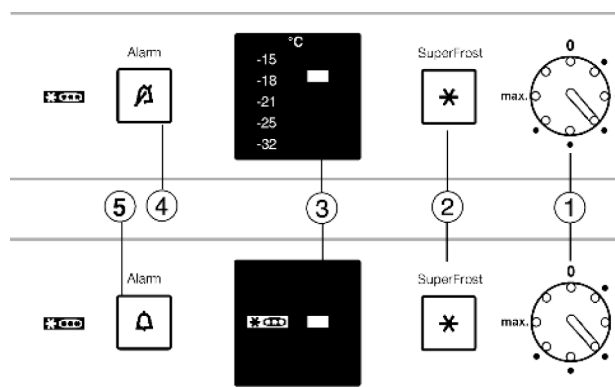

Рис. 2
- ▶ Поворачивайте регулятор температуры *Рис. 2 (1)* монетой вправо.
- ▶ Нажмите кнопку активирования/деактивирования аварийной сигнализации *Рис. 2 (4)*.